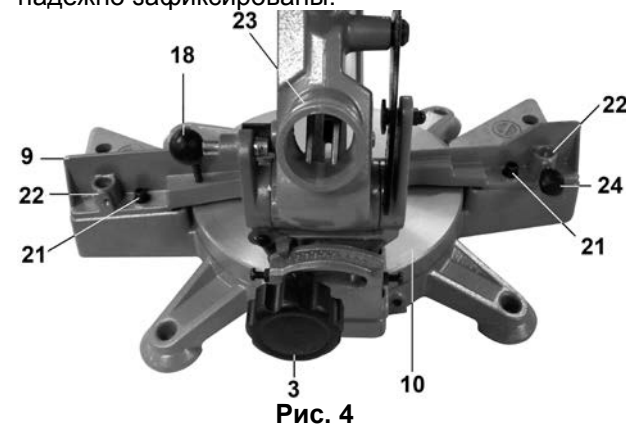

Рис. 4
9.1. Приведение пилы в верхнее положение, Рис. 4,5
9.3. Транспортное положение пилы, Рис. 4,5